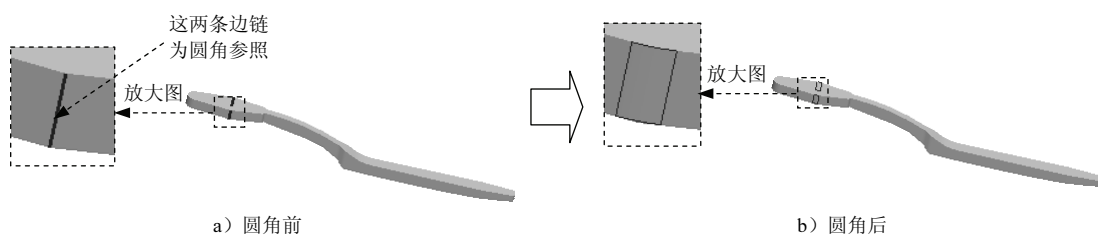

图 6.2.12 边倒圆特征 1
Step10. 创建边倒圆特征 1。选择下拉菜单 **插入(S)** → **细节特征(L)** → **边倒圆(F)...** 命令，在 **要倒圆的边** 区域中单击按钮，选择图 6.2.12 所示的边链为边倒圆参照，